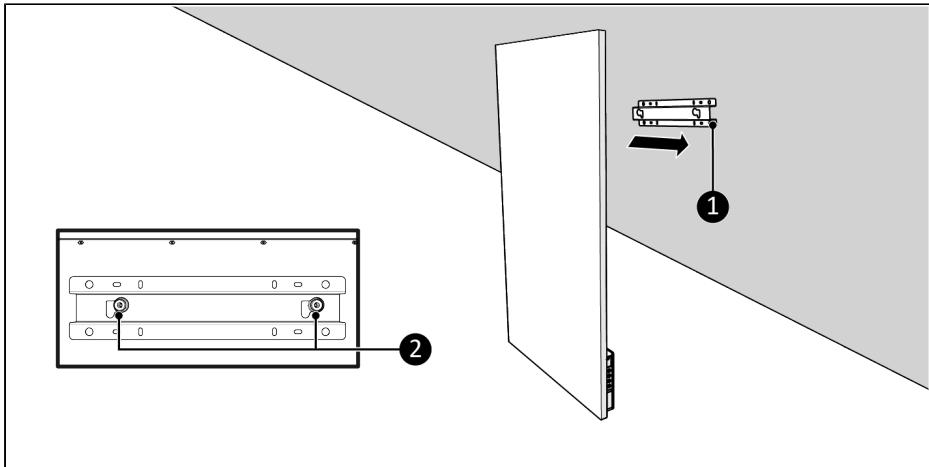

Figure 130.
1. Așezați șuruburile de montare (Figure 130, poz. 2) peste suportul de perete (Figure 130, poz. 1).